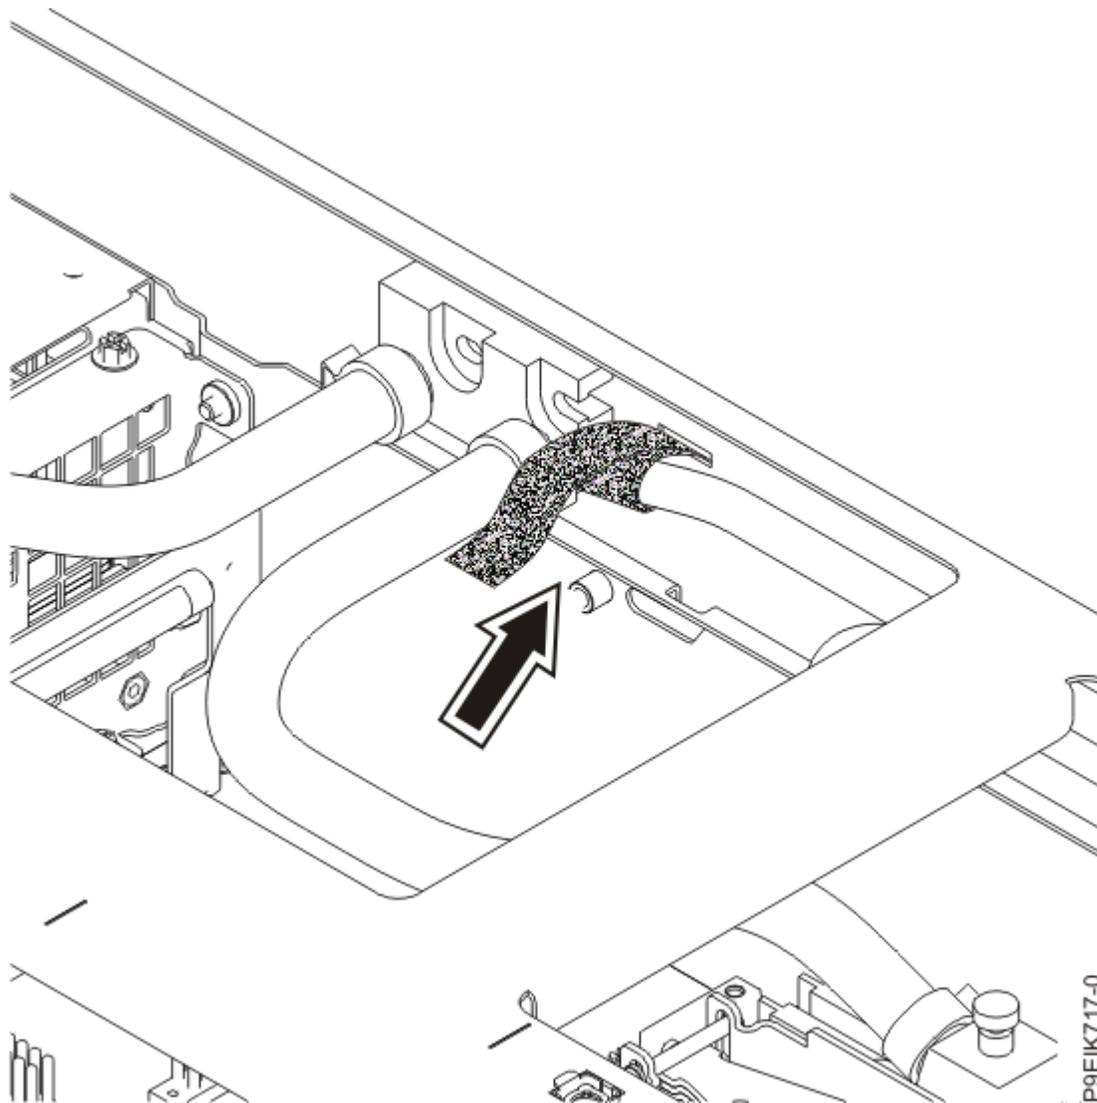

図 19. 側面パイプの前面の固定
16. システムの前面で、側面パイプを持ち上げます。それをピンの上に支えて、側面パイプの前面を冷却プレート取り付けキャリアに固定します (23 ページの図 19 を参照)。